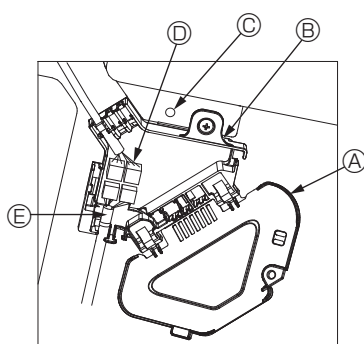

Fig. 5-9
- ① Fjern den ene skruen som fester koblingsboksdekselet, skyv dekelet i pilens retning som vist på bildet, og åpne dekelet.
- ② I koblingsboksen må du finne koblingsledningen for spjeldmotoren til gitteret og ledningen for spjeldmotoren, og koble sammen ledningene. (Fig. 5-9)